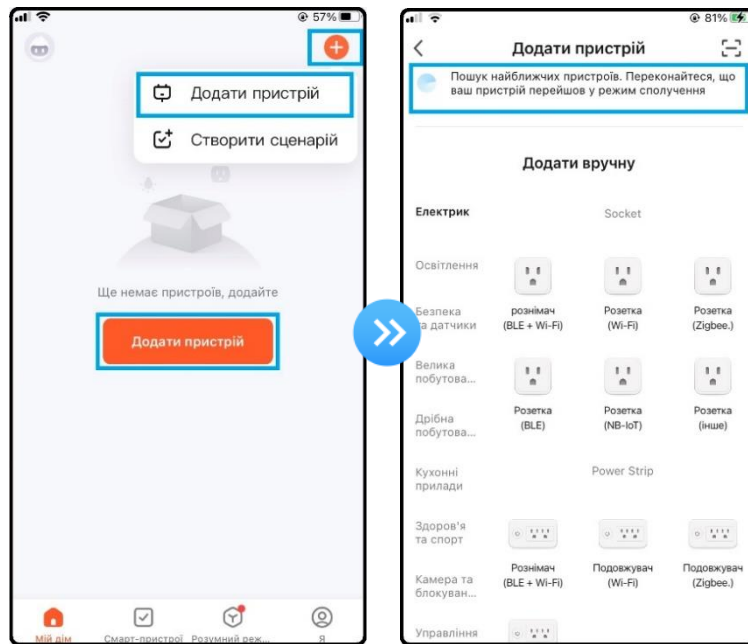

Рисунок 21
7. Відкрити додаток "TUYA" APP, увійти в основний інтерфейс, натиснути у правому верхньому кутку інтерфейсу "Додати пристрій"; смартфон увійде в "Автоматичний пошук пристрою" (рис. 21)